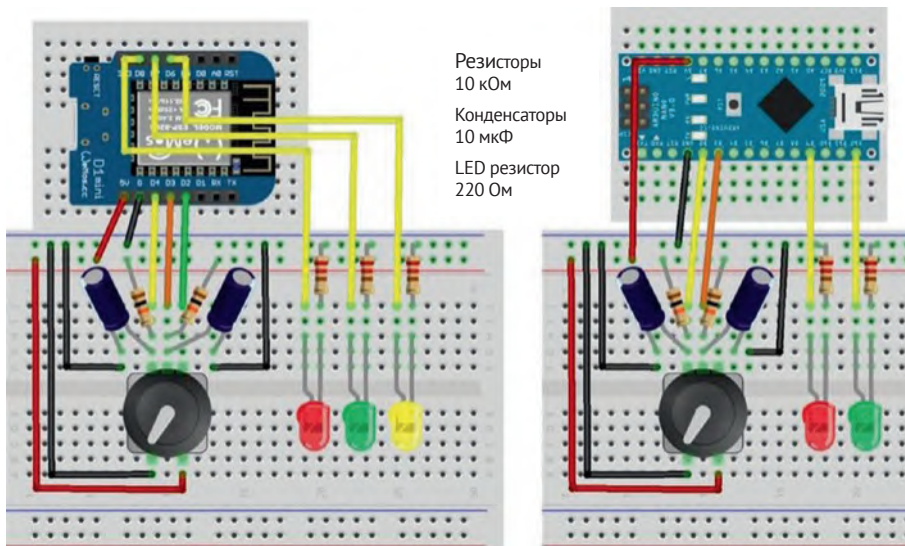

Рисунок 19-2. Поворотный энкодер и светодиоды с платой LOLIN (WeMos) D1 mini и Arduino Nano
Скетч в листинге 19-1 представляет поворотный энкодер, генерирующий прямоугольные импульсы для управления двумя светодиодами (см. рис. 19-2). Контролируется состояние вывода А, и при обнаружении падающего фронта считывается состояние вывода В. Функция LED включает красный или зеленый светодиод, отображает направление вращения и подсчитывает количество приращений положений ротора энкодера. Обратите внимание, что для определения направления вращения вал должен быть повернут не менее, чем на два положения. Для листинга 19-1 пары резисторов и конденсаторов на рис. 19-2 не подключаются.
Соединения поворотного энкодера и светодиода приведены в табл. 19-1 и показаны на рис. 19-2. Для скетчей 19-1, 19-2 и 19-3 требуются два светодиода, в то время как для скетча 19-5 потребуются три светодиода, поэтому все три светодиода включены в рис. 19-2, чтобы его не повторять.
Со скетчем в листинге 19-1 связаны две проблемы. Во-первых, дребезг при контакте выводов А и В поворотного энкодера с общим выводом приводит к ложным изменениям обнаруженного направления и количества приращений энкодера. Аппаратным решением для устранения этого дребезга является включение подтягивающих резисторов 10 кОм (R) и конденсаторов 10 мкФ (С) между выводами А, В и выводом GND (см. рис. 19-2 и табл. 19-1). Такая RC-цепь должна создавать задержку отключения 69 мс, равную $RC \times \ln(2)$ секунд. Дополнительная информация о типе конденсатора и расчете времени разрядки приведена в главе 17 («Генерация сигнала с помощью микросхемы таймера 555»). Некоторые модули поворотного энкодера, такие как модуль KY-040, уже включают подтягивающие резисторы 10 кОм на контактах CLK и DT, поэтому для устранения дребезга требуются только конденсаторы емкостью 10 мкФ.